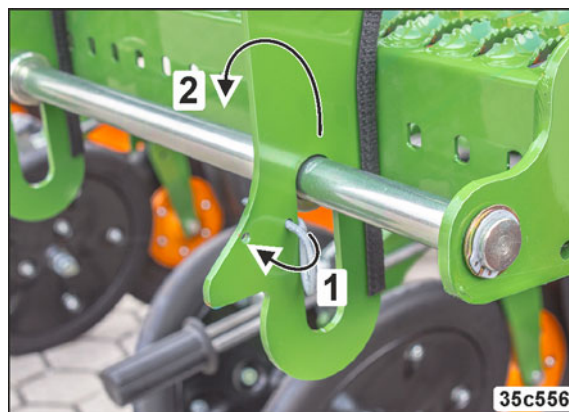

Fig. 240
- 3.1 Fjern fjederstikket (Fig. 240/1).
- 3.2 Løft trinnet, og vip det ned (Fig. 240/2).